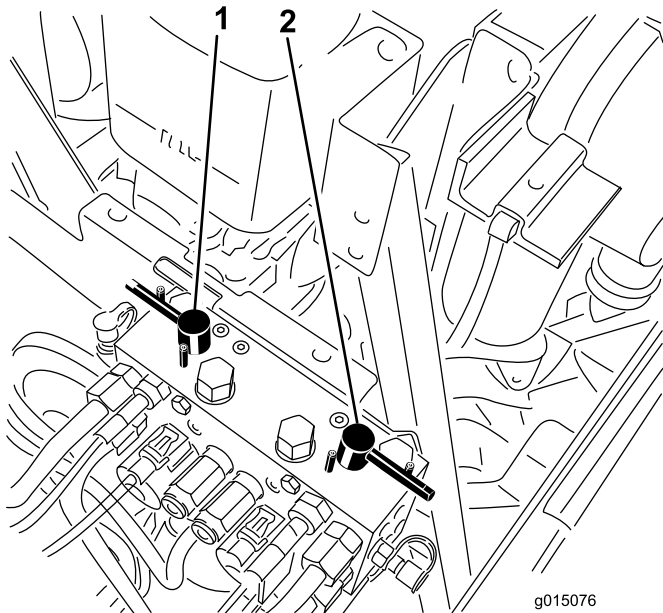

Figura 81
4. Seleccione la palanca de autoafilado correspondiente a los molinetes que desea autoafilar: delanteros, traseros o ambos (Figura 81).